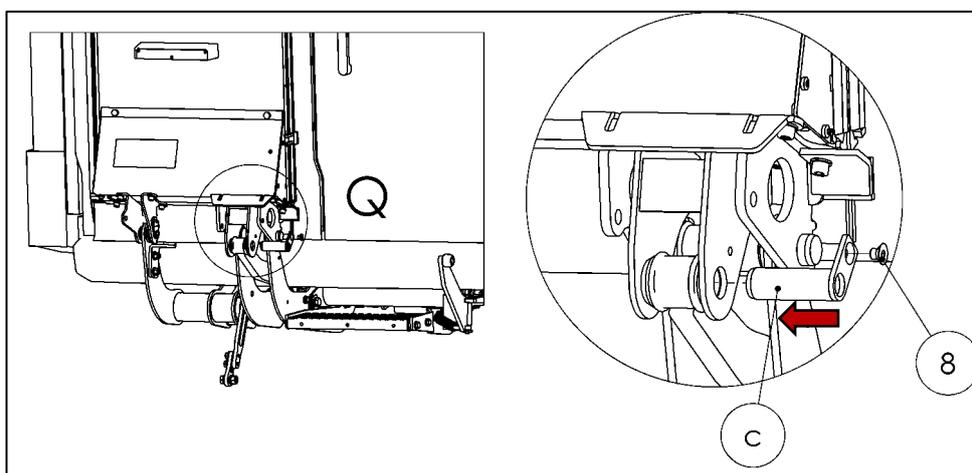

Fig. 57
- Monte el tornillo (8) del kit de accesorios para fijar el pasador (Fig. 57).